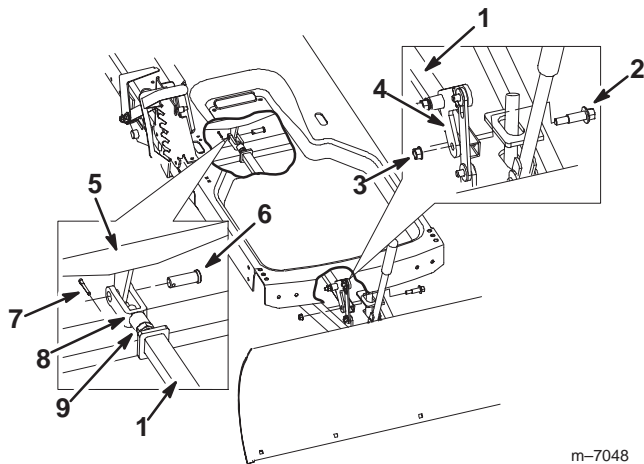

Bild 15
1. Schieben Sie die Hubstange in die richtige Stellung unter der Zugmaschine und über dem Chassis (Bild 15).
2. Befestigen Sie die Hubstange mit dem Ansatzbolzen und der Bundmutter (3/8 Zoll) am Gelenkarm der Hubbefestigung, siehe Bild 15.
3. Richten Sie die Löcher im Hubstangenbügel und am Hubarm aus (Bild 15).
5. Montieren Sie die Hubstange mit einem Lastösenbolzen und einem Splint (3/4 Zoll) am Hubarm, siehe Bild 15.